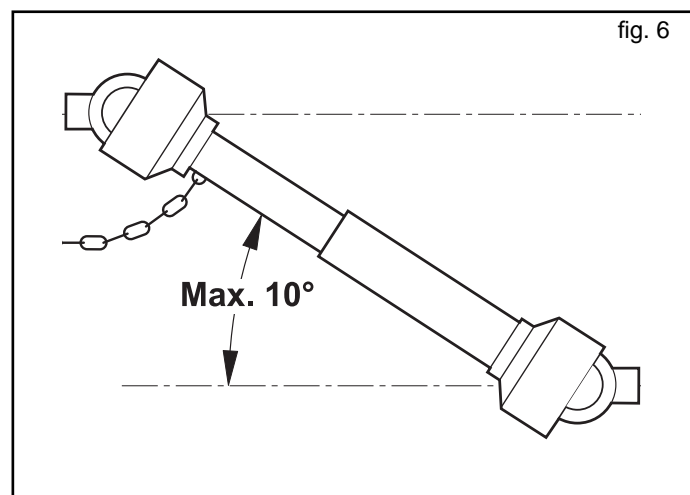

fig. 6
- 12) Disinserire, sempre, la presa di forza quando l'albero cardanico supera un angolo di 10 gradi (Fig. 6) e quando non viene usata.